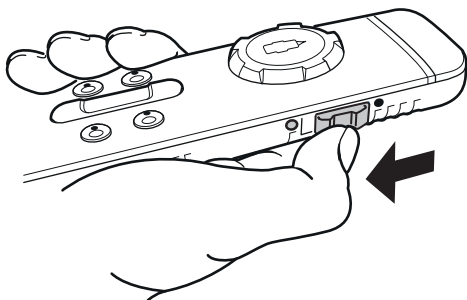

Fig. 33
- ▶ Skub skydekontakten i siden ned for at slukke fjernbetjeningen (Fig. 33)